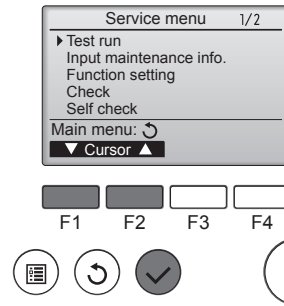

Fig. 7-1
- ① Service (Servis) menüsünden "Test run" (Test çalıştırma) öğesini seçin ve [SEÇİM] düğmesine basın. (Fig. 7-1)